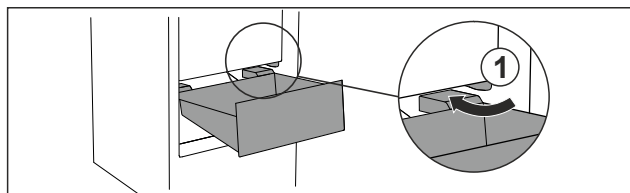

Fig. 136
- ▶ Umetnite ladicu koso oko zaustavljača Fig. 136 (1).